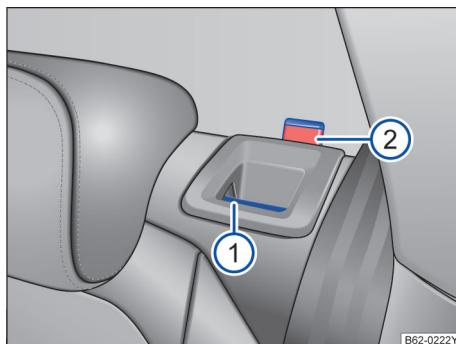

图 60 后排座椅靠背：分离按钮 ①；红色标记 ②
- 向前拉分离按钮→图 60 ①，同时前折靠背。
- 松开后排座椅靠背后应能看见按钮上的红色标记 ②。